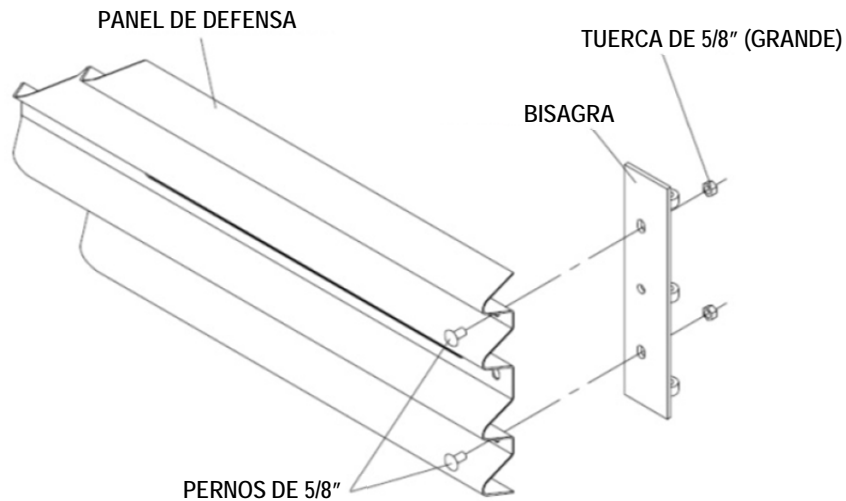

Figura 58
Coloque la bisagra a cada panel de defensa usando dos (2) pernos coche 5/8" y dos (2) tuercas de 5/8", y los orificios superior e inferior únicamente, y deje el orificio central abierto según se indica en la Figura 58.